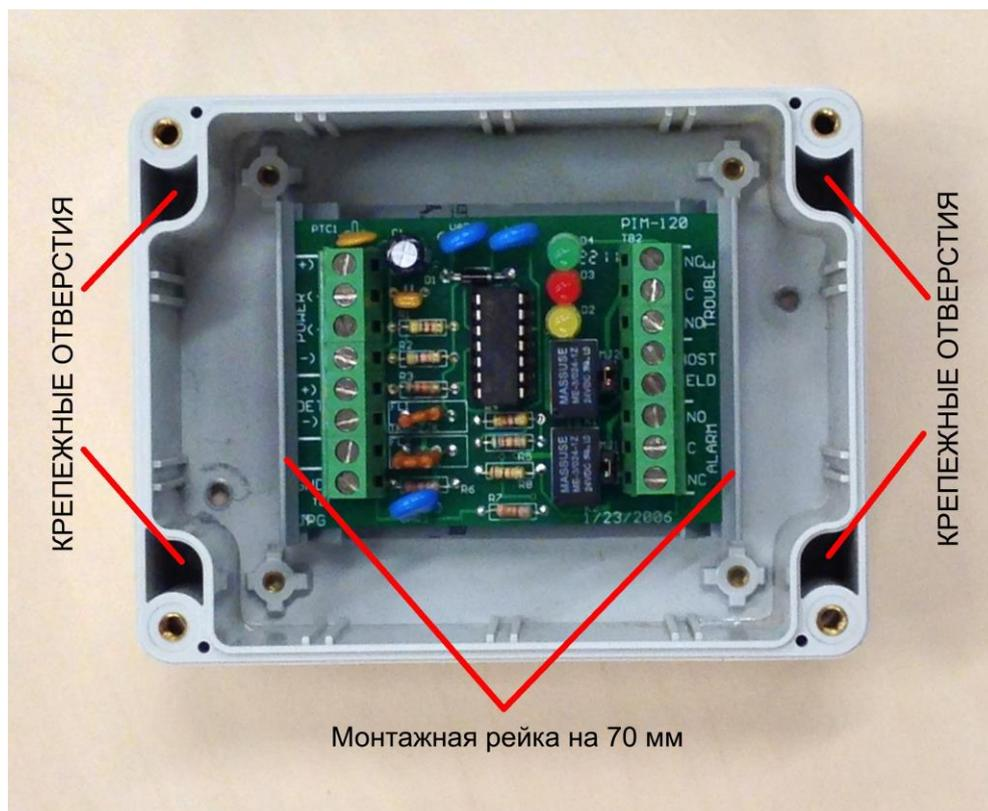

Рис. 2. Модуль PIM-120 в монтажном боксе
4.1 Модуль контролирует режим работы термокабеля, отображает его на светодиодных индикаторах и формирует соответствующие сигналы посредством переключения контактов выходных реле «Пожар» и «Неисправность». К прибору модуль подключается по четырехпроводной схеме, аналогично подключению линейных дымовых извещателей с релейными выходами. В дежурном режиме включен зеленый индикатор. При срабатывании (замыкании проводников) термокабеля модуль переходит в режим «Пожар»: включается красный светодиод и происходит переключение контактов реле «Пожар». Возврат модуля в дежурный режим происходит автоматически после устранения замыкания термокабеля. Формирование сигнала «Неисправность» происходит при обрыве цепи термокабеля, при этом происходит включение желтого светодиода и переключение контактов реле «Неисправность». Так же переключение контактов реле «Неисправность» происходит при отключении напряжения питания модуля, т.е. в дежурном режиме реле «Неисправность» находится под током. Плата модуля с индикаторами и терминалами размещена в монтажном боксе из поликарбоната с прозрачной крышкой и герметизирующей прокладкой (рис. 2, 3). Для обеспечения степени защиты оболочки IP65 необходимо использовать соответствующие гермовводы (не входят в комплект поставки), которые устанавливаются при монтаже.